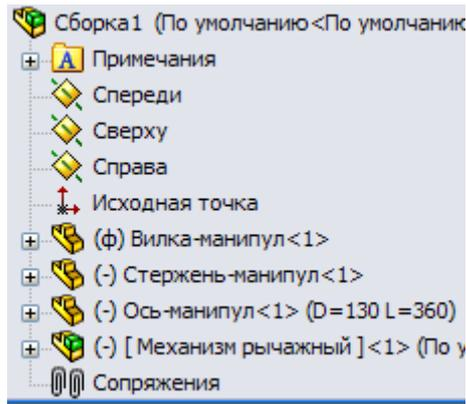

Рис. 11.40 Новое Дерево конструирования
10) После переноса компонентов рычажного механизма Дерево конструирования приобретает следующий вид, как показано на рис.11.40.